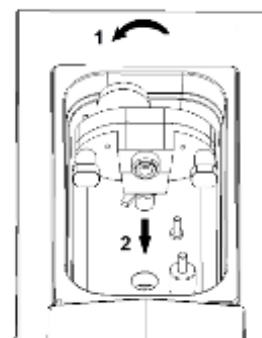

Fig. 3
- Rimuovere la pompa ruotandola in senso antiorario (1) e quindi tirandola verso il centro della vasca superiore (2) per smontarla dal suo albero (Fig. 3).